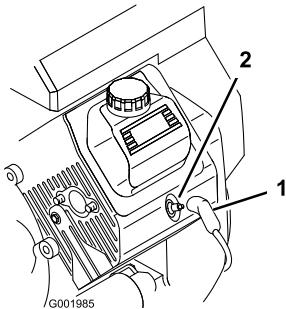

Figura 51
- Staccate il cappellotto dalle candele (Figura 51).
- Collegate i cappellotti alle candele (Figura 51).